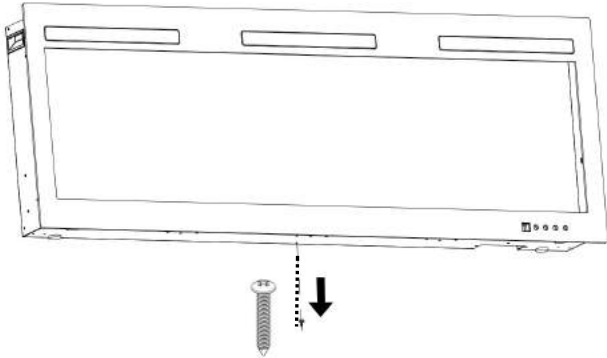

Fig 4-1
A. Entfernen Sie die silberne Schraube an der Unterseite des Geräts. (**Abb. 4-1**). Legen Sie die Schraube beiseite.
- Mithilfe der Übergänge sind zu verbinden: grüne Erdungsleistungen (G), weiße Standardleitungen (N) und danach die schwarzen thermoelektrischen Leitungen (L) (vgl. FIG. C).
- Die Abdeckung mithilfe der drei Schrauben fixieren, siehe FIG. 4-1.